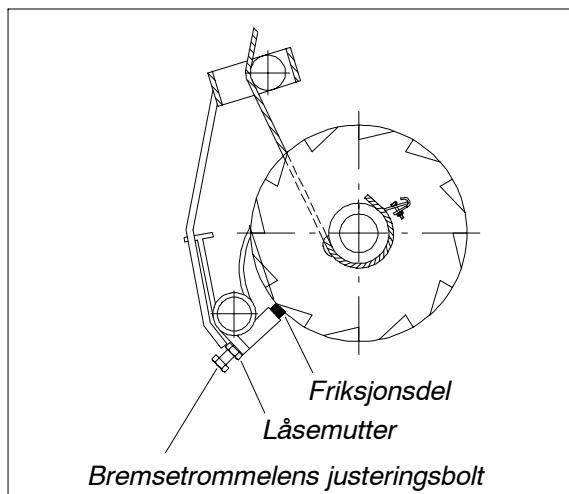

Fig. 34. Trommelbremse justering.
- For å øke bremseeffekten stram til justeringsboltene. Se fig. 34. For å redusere bremseeffekten løsn på justeringsboltene.